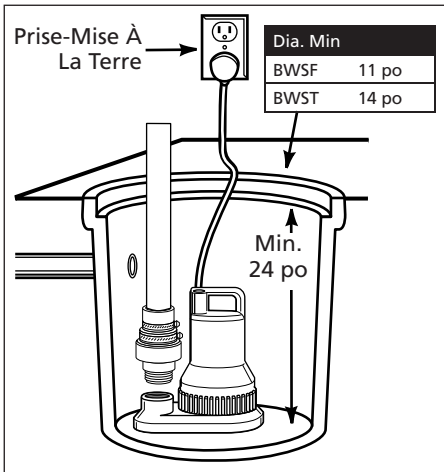

Figure 2
1. Installer la pompe dans une fosse de taille minimum indiquée ci-dessous. Construire la fosse de tuiles, béton, acier ou plastique (Voir Figure 2).